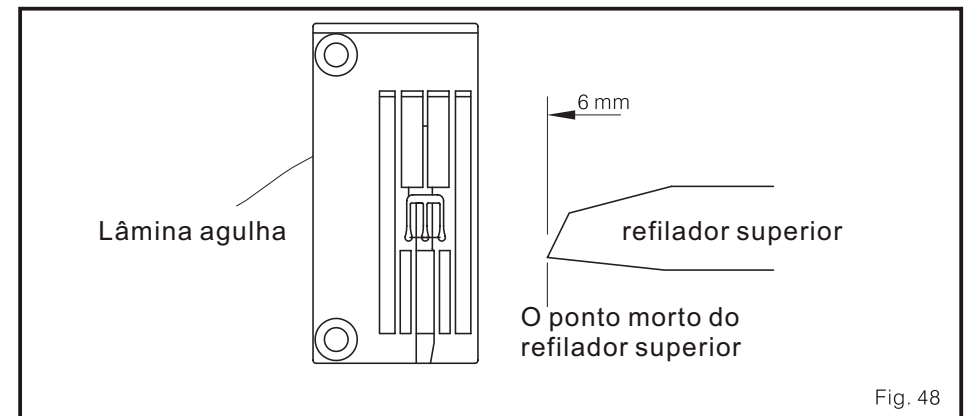

Fig. 48
3. A posição da lâmina agulha, os refiladores superior e inferior moverão junto ao lado direito da lâmina agulha aproximadamente 6mm, e eles pararão. Depois de fazer isto o refilador inferior moverá à esquerda (Fig.48)